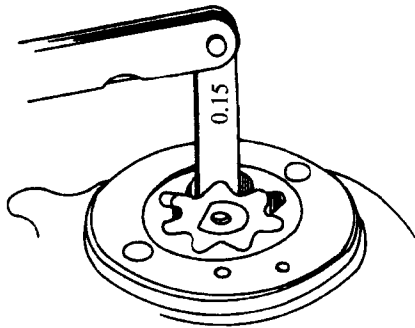

图 1-23 测量机油泵径向间隙
(1) 机油泵径向间隙最大值应为 0.15mm，维修极限值为 0.20mm。其检查方法如图 1-23